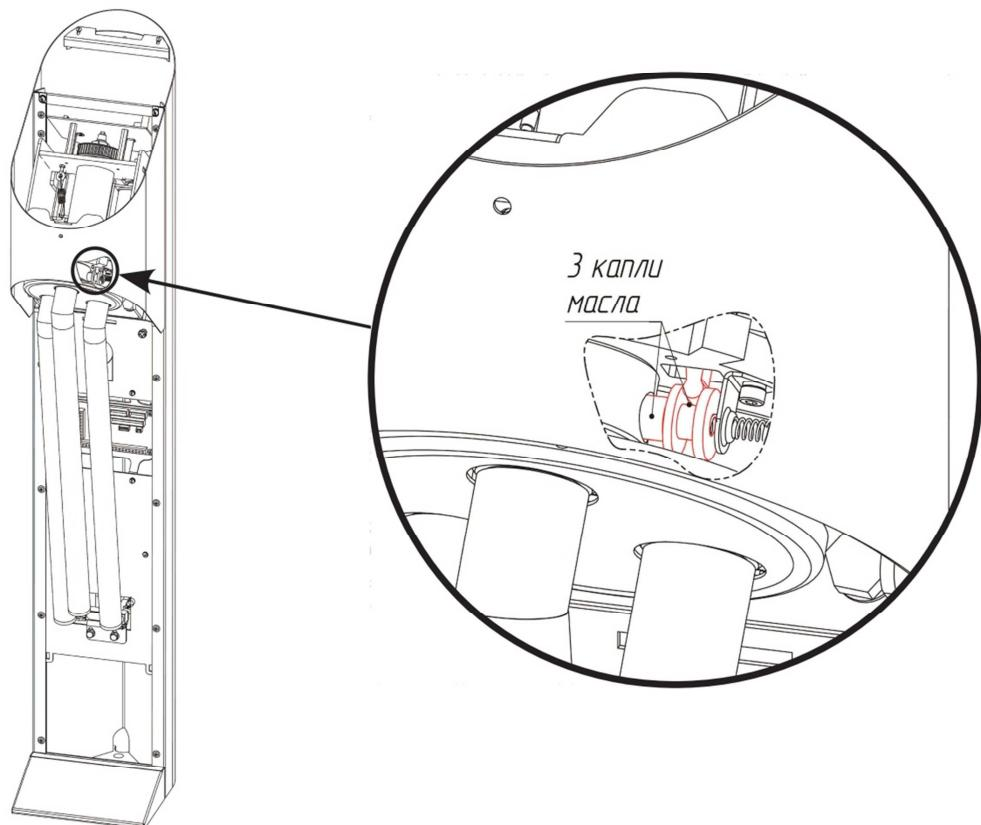

Рис. 15. (изображена центральная стойка турникета)
5.5. Места соединения фиксатора и кулачка разблокировки планок (рис. 15). Операцию необходимо проделать для всех планок, проворачивая диск. Отверстие на рис. 15 показано условно.